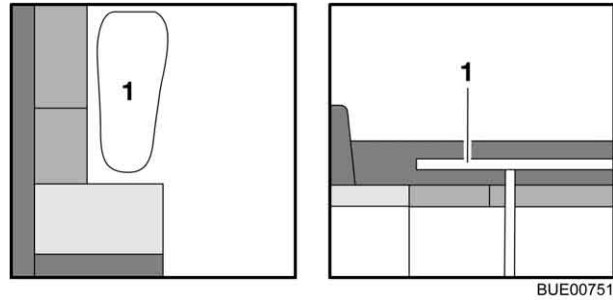

Fig. 87 Avant la transformation
- Convertir la table (Fig. 87,1) en sommier de lit (voir paragraphe 6.8).